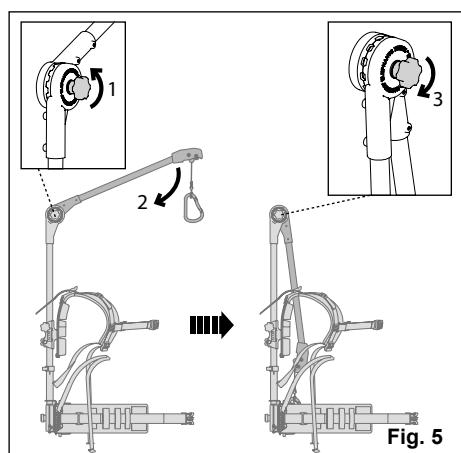

Fig. 5
- Bewaar de ET in opslag positie (Fig.5) op een droge locatie buiten bereik van kinderen.